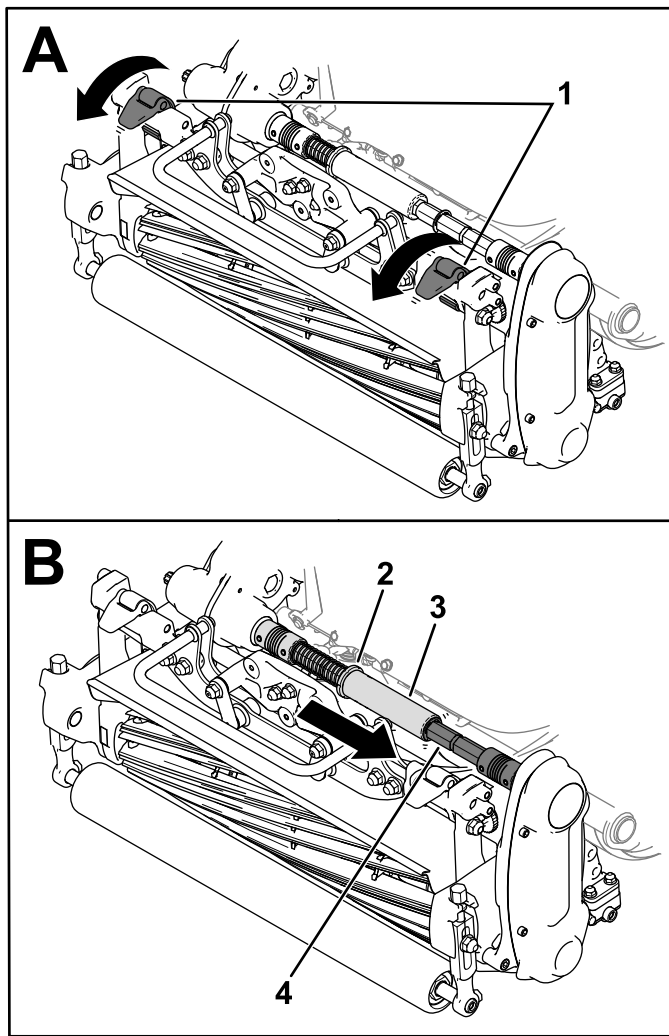

Figura 37
3. Baje los cierres de la suspensión para fijar la unidad de corte a la máquina (Figura 37).
4. Saque el collarín de la ranura del eje del acoplamiento de la transmisión e inserte el tubo hexagonal en el eje del acoplamiento de la unidad de corte (Figura 37).